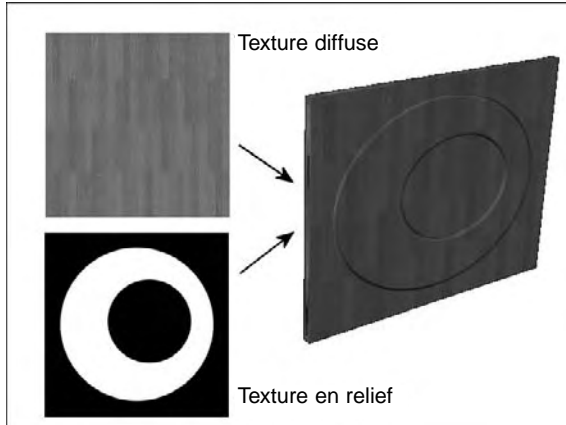

Fig.9.37
- **Textures en relief** (Bump Map) : permet de créer un effet d'estampe ou de bas-relief. Les zones sombres sont interprétées comme n'ayant pas de profondeur, les zones claires comme étant en saillie. Si l'image est en couleur, la valeur d'échelle de gris de chaque couleur est utilisée. Vous pouvez sélectionner toute image de votre choix comme texture en relief. La création de textures en relief augmente considérablement la durée de l'opération de rendu, mais ajoute une touche de réalisme à la scène (fig.9.37).